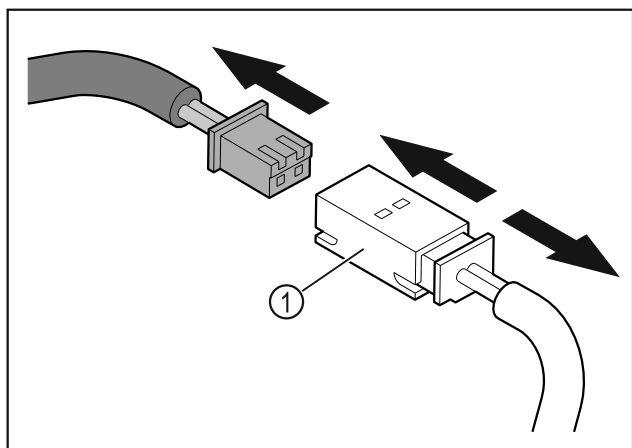

Fig. 13
- Irrota pistoke ja pistokekytkentä Fig. 13 (1).